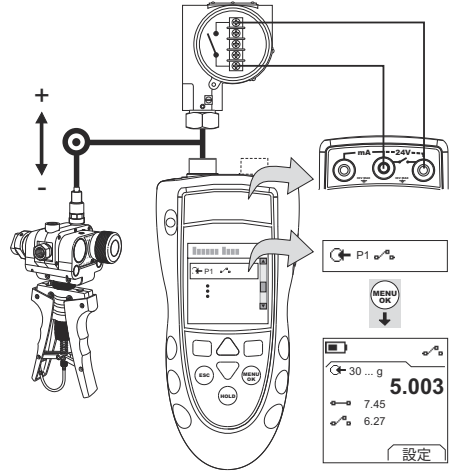

図4: 構成例 - スイッチテスト
- 本計器を接続し(図4)、必要に応じてセットアップ(表1)を調整します。